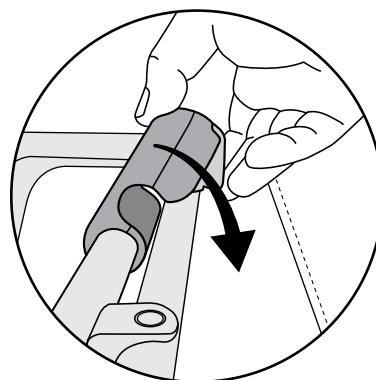

Abbildung 6
5. Den Anhängerrahmen sichern, dazu die Rahmenverriegelung nach unten drehen, bis sie einrastet (Bild 6). Den Rahmen leicht nach oben ziehen, um sicherzustellen, dass die Rahmenverriegelung eingerastet ist.